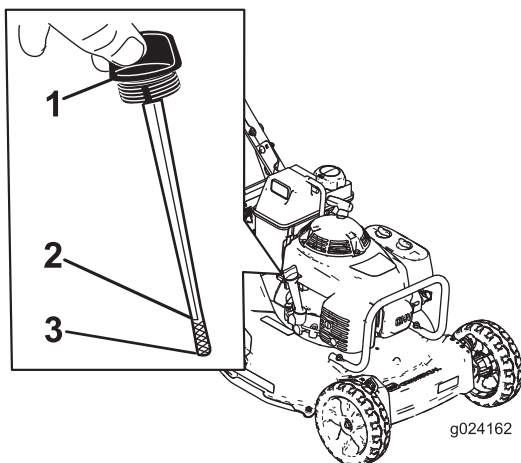

Figura 7
Antes de cada uso, compruebe que el nivel de aceite está entre las marcas Add (Añadir) y Full (Lleno) de la varilla (Figura 7).
2. Limpie alrededor de la varilla (Figura 7).